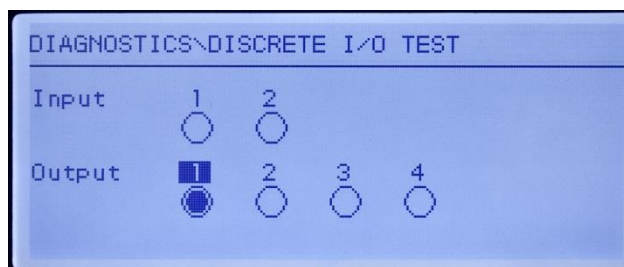

Figura 5-5: Pantalla de prueba de E/S discretas, salida 1 activa
- 3 El enfoque de control de una salida específica se indica mediante imagen de video invertido del número encima de la salida. Cuando una salida está enfocada, al presionar la tecla de navegación ARRIBA activa la salida. Se muestra un círculo sólido más pequeño para indicar que la salida está activada. Esto se muestra en la Figura 5-5.